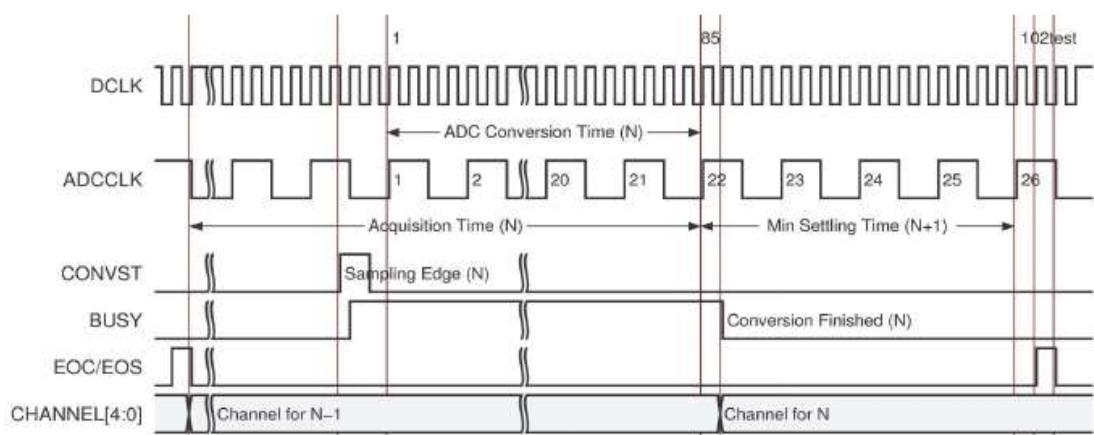

Figura 36: Muestreo por Eventos
- **Modo Disparo por Evento:** en este modo de funcionamiento, el instante de muestreo y el proceso de conversión posterior se inician mediante una señal de activación llamada Convertir Inicio (CONVST). El modo de muestreo controlado por evento se usa cuando el control preciso sobre el instante de muestreo es necesario. El diagrama temporal de dicho modo se representa en la Figura 36.